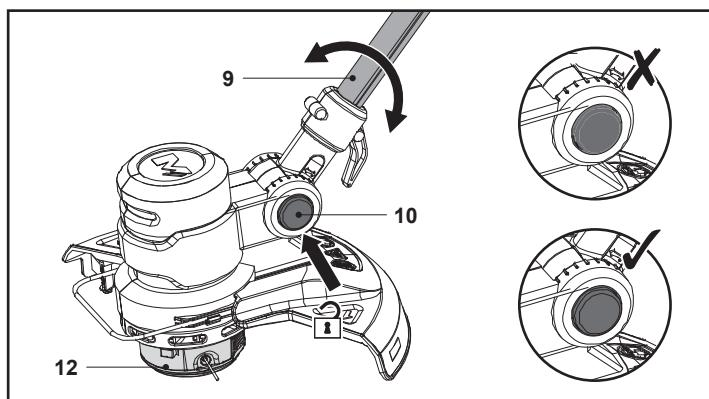

Fig. 9
1. Mantenga pulsado el botón de desbloqueo (10) en posición.
2. Mueva la parte inferior de la barra (9) ligeramente hacia arriba o hacia abajo (Fig. 9).
3. Suelte el botón de desbloqueo (10) y mueva la parte inferior de la barra (9) hasta que se quede fija en una posición.